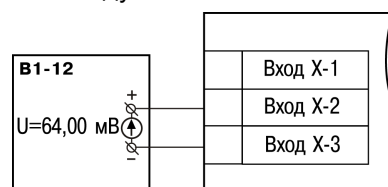

Рисунок 8.1 – Подключение источника постоянного напряжения
1. Подключить к прибору источник постоянного напряжения классом точности не ниже 0,05 (например, прибор для поверки вольтметров В1-12), соблюдая полярность (рисунок 8.1).